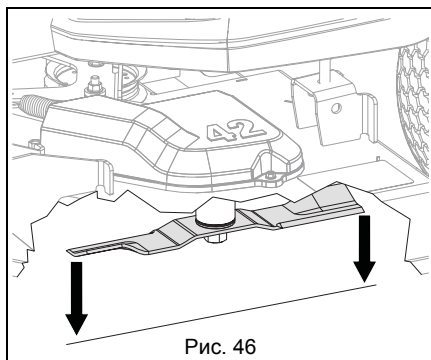

Рис. 46
3. На обеих сторонах машины измерьте расстояние до площадки на передней и задней кромке ножа. См. Рис. 46.